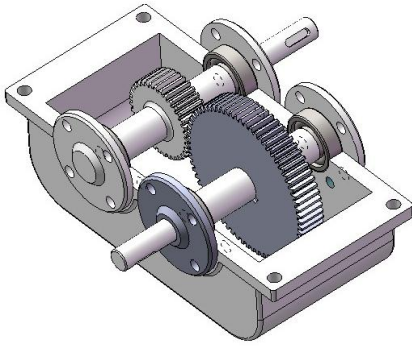

Рисунок 11.46 - Завдані умови сполучення
23. Задамо для кришок наступні умови сполучення - концентричність валів і кришок, збіг плоских поверхонь кришок і корпуса, концентричність кріпильних отворів кришки й корпуса (рис. 11.46).